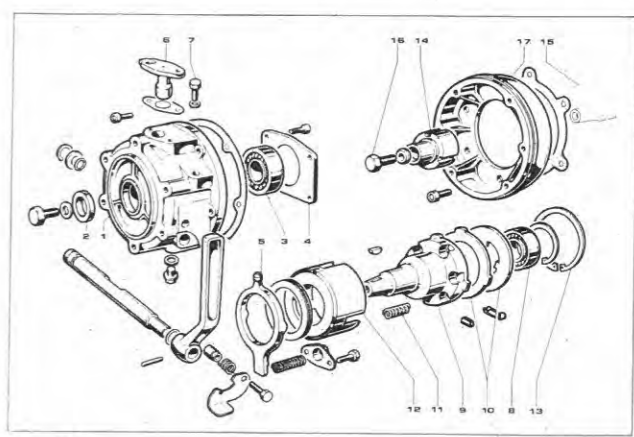

Fig. 97
- Relâcher le boulon sur la bride de réglage (Fig. 97).
- Faire tourner la bride en portant le collier (5) à contact du roulement de butée. Serrer le boulon à 1,5 Kgm.